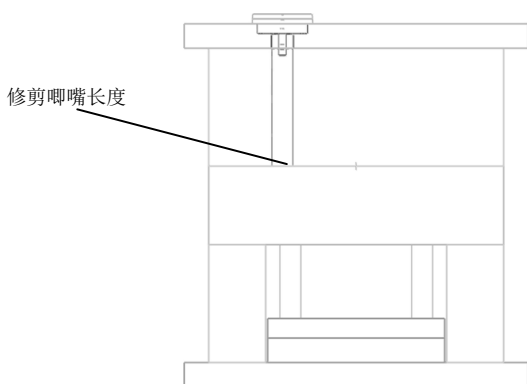

图 16-15 修剪唧嘴长度
(16) 在【减去】对话框中勾选选取“☒保存工具”，单击“确定”按钮，修剪唧嘴长度，如图 16-15 所示。